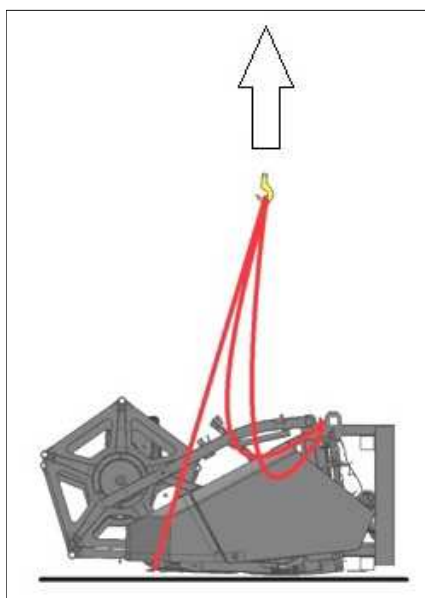
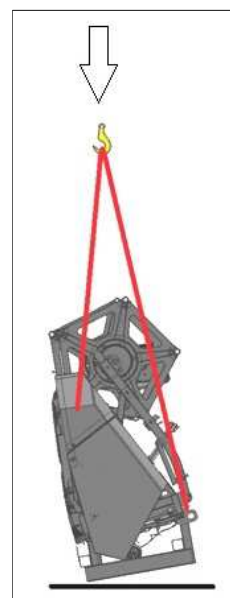

Рисунок 8.14
Рисунок 8.15
относительно задней нижней трубы подставки на $\approx 80^\circ$ (рисунок 8.14). При медленном опускании жатки вниз, это позволяет установить жатку в вертикальное положение (рисунок 8.15).
- 2) Застропить жатку, медленно поднимая её вверх, следя за тем, чтобы стропы не касались деталей жатки во избежание перетирания и обрыва (рисунок 8.14);
- 3) Установить жатку на ровную поверхность (рисунок 8.15).